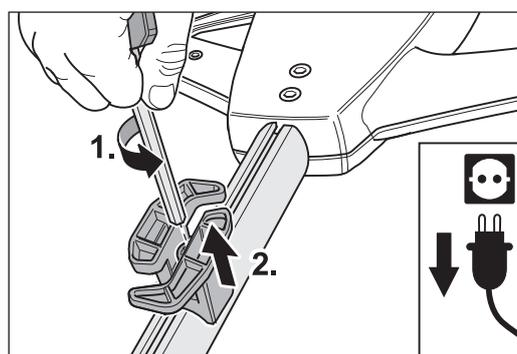

Abb. 21 Lösen der Schraube. Diese NICHT ganz herausdrehen und entfernen des Kabelhalters MIT dem Nutenstein.
- 1 Zum Entfernen oder Ersetzen eines Kabelhalters lösen Sie die Schraube in der Mitte des Kabelhalters. Drehen Sie die Schraube **nicht** ganz aus dem Nutenstein heraus! Nun können Sie den Kabelhalter mit Nutenstein entfernen (Abb. 21).